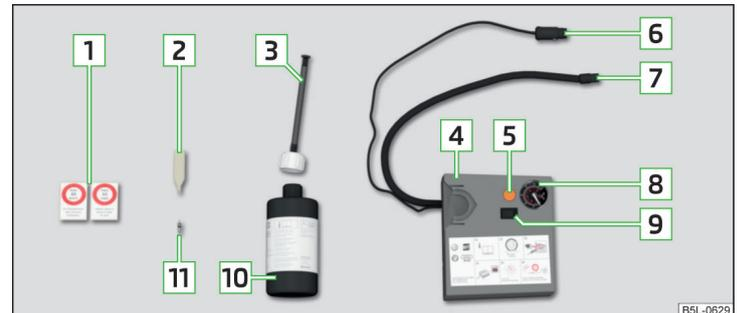

Abb. 200 Prinzipdarstellung: Bestandteile des Pannensets
Bestandteile des Pannensets » Abb. 200
- Den entsprechenden Aufkleber  » Abb. 200 auf Seite 224 auf die Schalttafel im Sichtfeld des Fahrers kleben.
- Die Reifenfüllflasche  » Abb. 200 auf Seite 224 einige Male kräftig hin und her schütteln.
- Den Reifenfüllschlauch  » Abb. 200 auf Seite 224 des Luftkompressors fest auf das Reifenventil schrauben.